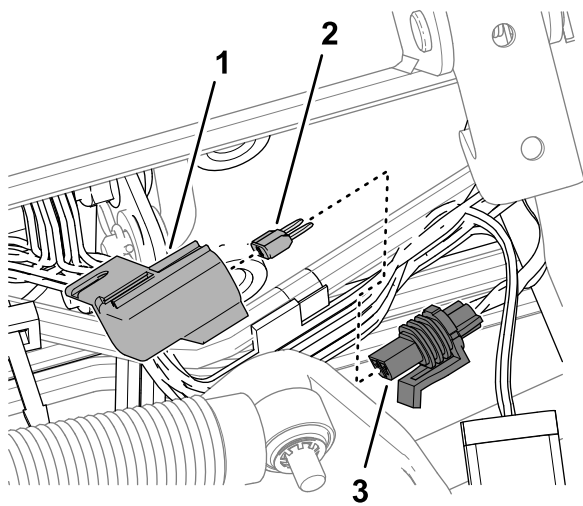

Figura 135
3. Retire la tapa del portafusibles en línea con la etiqueta 10 A FUSE TELEMATIC PWR (Alimentación telemática, fusible 10 A)(Figura 135).